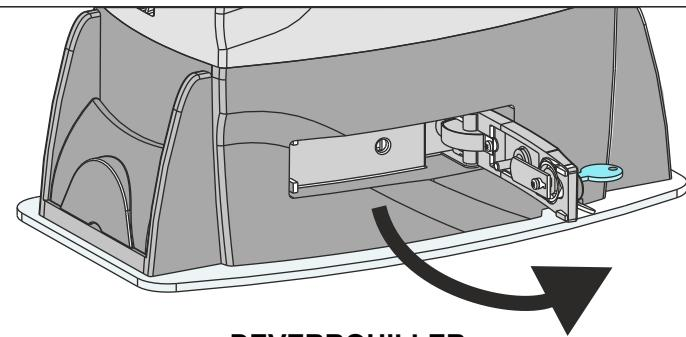

Fig. 32
- Tirer le levier de déverrouillage jusqu'à la butée, 90° environ - Fig. 32